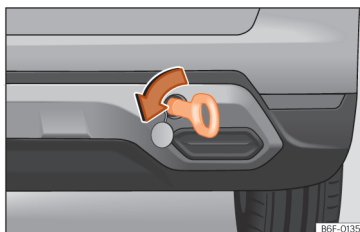

Fig. 167 No lado direito do para-choques traseiro: argola de reboque enroscada.
- Enrosque a argola de reboque no alojamento girando-a ao máximo **no sentido contrário ao dos ponteiros do relógio** »» **Fig. 167**, »» **Página 281.** Utilize um objeto adequado com o qual possa enroscar completa e firmemente a argola de reboque no seu alojamento.